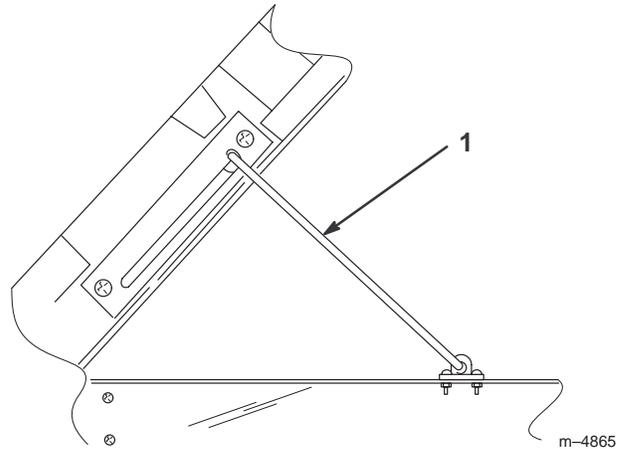

Figure 21
3. Levez le plateau au maximum, puis descendez-le légèrement pour engager la béquille (Fig. 21).